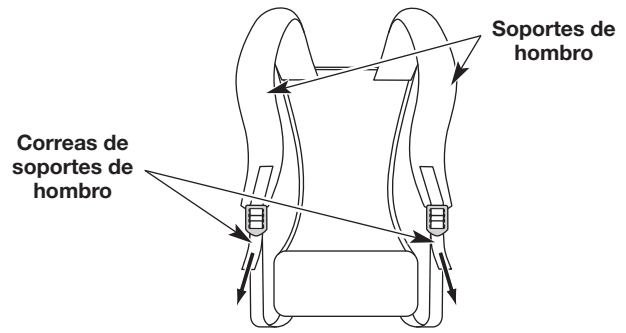

Fig. 10
2. Tire hacia abajo de las correas de los soportes de hombro para ajustarlas (Fig. 10).